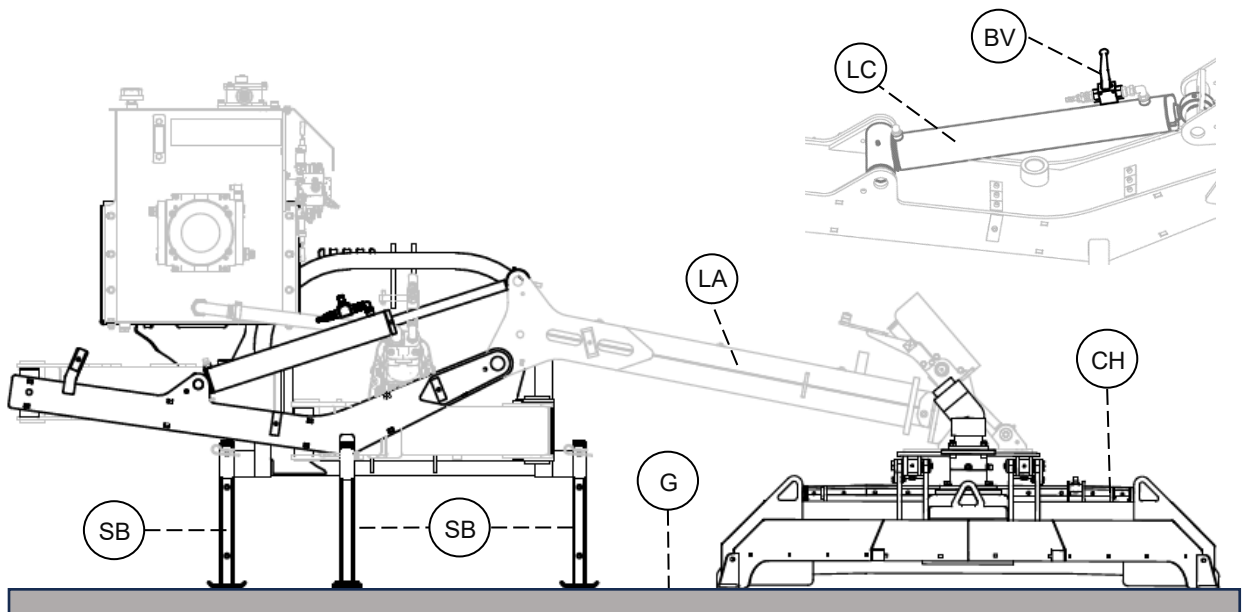

Bild.30
- Dra in teleskoparmen enl. Bild.30.
- Stäng kranen (**BV**) för lyftcylinder (**LC**) – se Bild.30